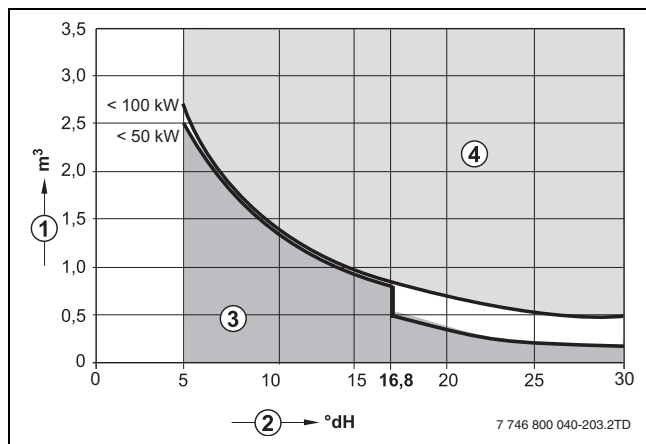

Fig. 6 Requisitos para a água de enchimento da caldeira de caldeiras individuais Logamax até 100 kW
- ▶ Utilizar exclusivamente água canalizada não tratada (ter em consideração o diagrama na fig. 6). Não é permitida a utilização de água subterrânea.